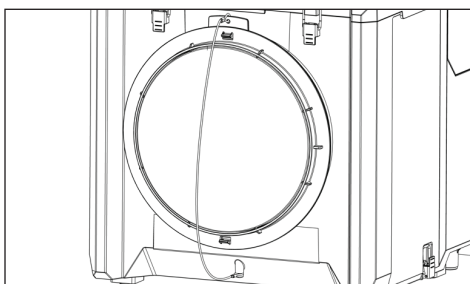

Fig. 7: Dæksel til luftindtag (lukkeposition)
- ▶ Luk luftindtagsdækslet (fig. 7) før transport. Det forhindrer, at der slipper støv ud af apparatet i omgivelserne.